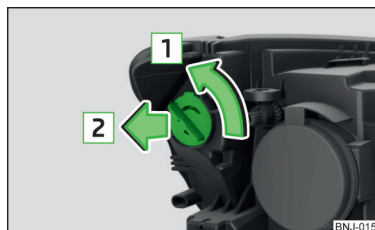

Fig. 209
- Ruotare lo zoccolo con la lampadina in direzione della freccia **1** » fig. 209.